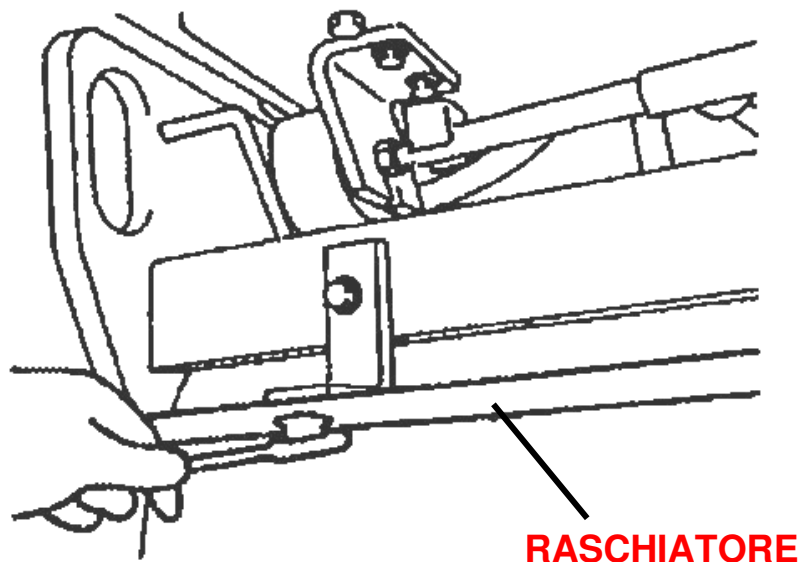

Figura 5
- 3.1 Togliere il raschiatore e pulirlo da terra, fango o catrame (Figura 5)